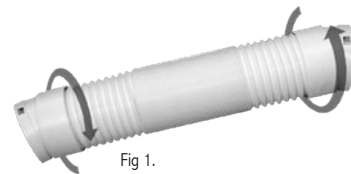

Fig 1.
A. Tuyau de sortie et connecteur : Fig. 1.